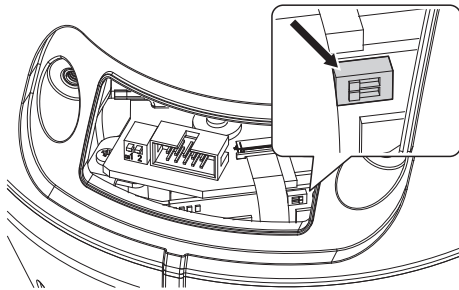

Рис. 103
Выключите показанные на рисунке DIP-переключатели (Рис. 103, страница 48).
- Установите переключатель центрального процессора на DIP-переключателях в положение ON (Вкл.) (Рис. 103, страница 48).